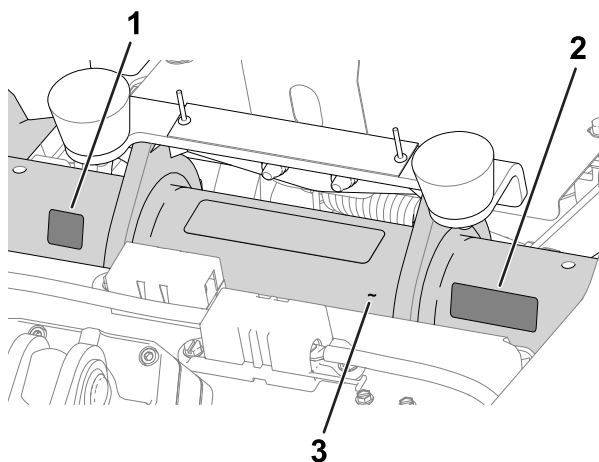

Figure 5
- **Autocollant de l'année de production et autocollant CE/UKCA** : apposez les autocollants sur le tube du cadre sous le siège et la plaque du numéro de série; voir Figure 5.